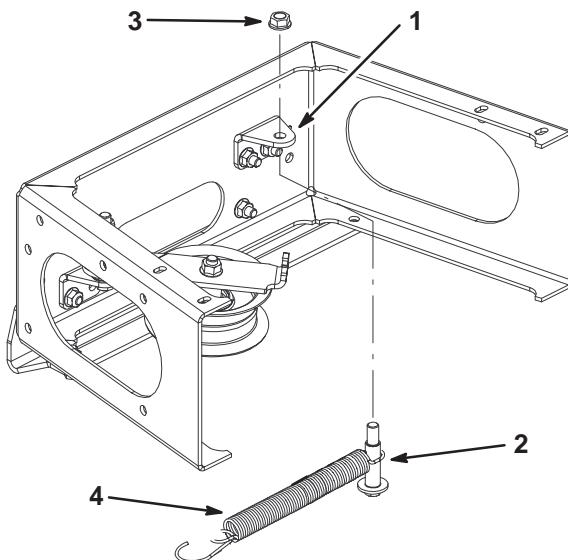

Figure 10
4. Montez le boulon à épaulement (3/8 x 2-1/2 pouce), le ressort et l'écrou à collettes (3/8 pouce) sur le support du ressort (Fig. 10).